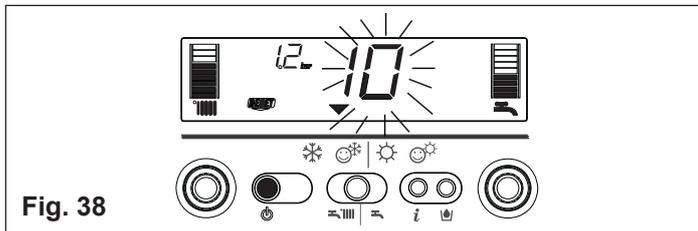

Fig. 38
2) Visualización solo del icono (fig. 38)